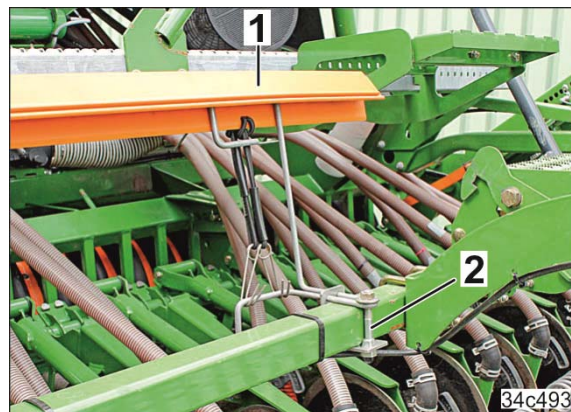

图 210
1. 将由若干部分组成的运输保险护板 (图 210/1) 插在一起并且通过弹簧支架固定在运输支架 (图 210/2) 上。